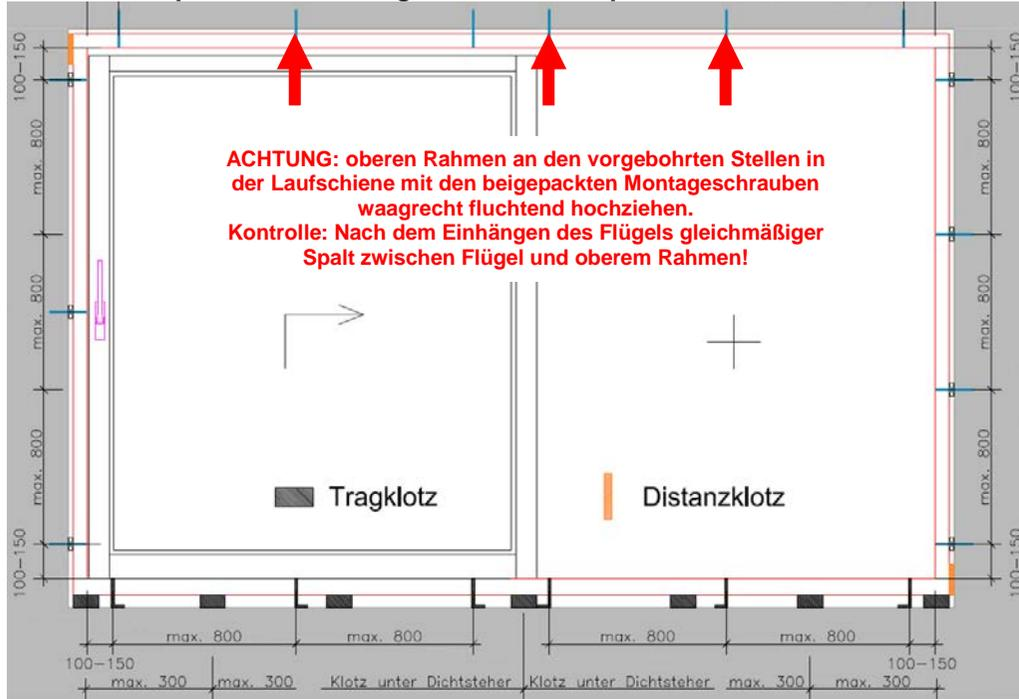

Abb. 1: Anordnung der Trag- und Distanzklötze, sowie der Befestigung.
1. Vor Montage des Elementes müssen Tragklötze im Abstand von max. 300 mm gemäß Abb.1 vorbereitet werden. Achtung: diese Tragklötze müssen ca. 16cm tief sein, und über die ganze Elementbreite und -tiefe einnivelliert und befestigt werden. Sie dienen zur Lastabtragung und zur Verhinderung einer Durchbiegung.
5. Senkrecht an der Fixteilseite und an der Anschlagseite ist jeweils ein Distanzklötz unten bzw. oben einzusetzen (immer diagonal); siehe Abb. 1.
Bei Stahlbeton und Ziegelmauerwerk kommen **Turboschrauben** $\varnothing \geq 7,5$ mm bzw. bei Holzwandaufbauten **Spaxschrauben** $\varnothing \geq 6,0 \times 100$ mm (Teilgewinde) im Abstand von der Rahmeninnenecke 100 mm-150 mm zum Einsatz. Der **max. Abstand untereinander** soll **700 mm** nicht übersteigen; siehe Abb. 1. Die Einschraubtiefe der Schrauben am Baukörper sollte mind. 70 mm betragen.